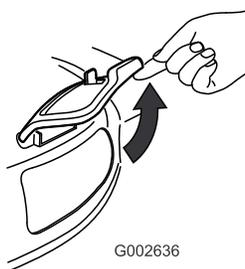

Bild 33
2. Öffnen Sie die Seitenauswurfklappe (**Bild 33**).